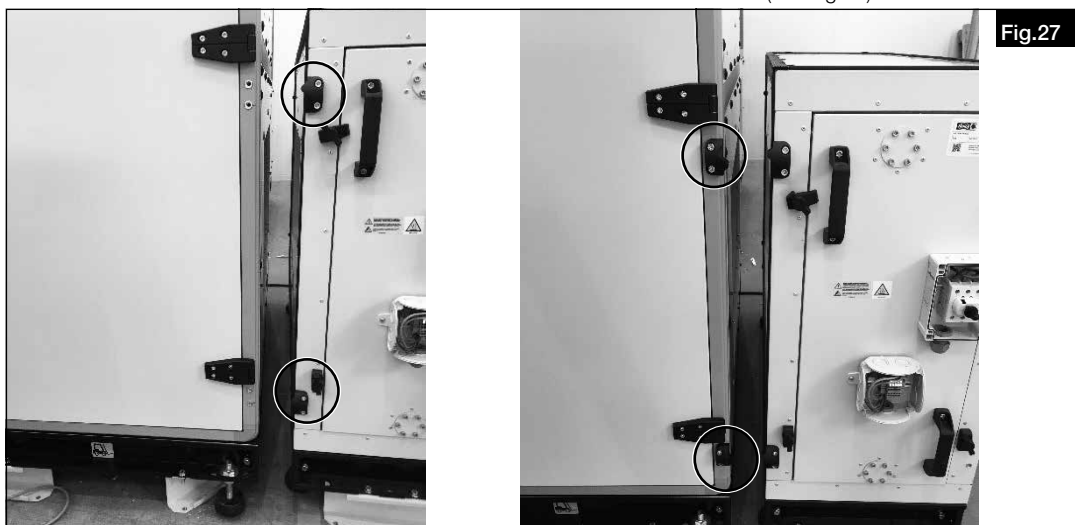

Fig.27
5. Monter les connecteurs de module sur la centrale AIR1 et la batterie de chauffe (voir Fig.27).